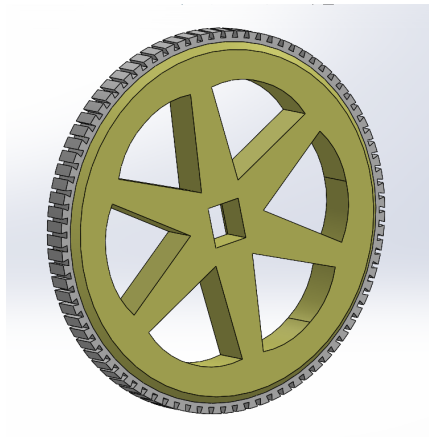

FIGURE 15
**ÉTAPE 12 :** Maintenant, nous passons aux roues que nous recouvrons de leurs anneaux de préhension protecteurs, les grandes roues sont numérotées 5 et leurs couvre-jantes sont numérotés 27 comme on peut le voir sur la figure 15.